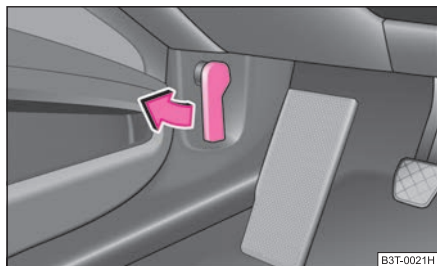

Fig. 185 Palanca de desbloqueo para el capó
- Tire de la palanca de desbloqueo debajo del tablero de instrumentos, lado del conductor ⇒ fig. 185.
- Desbloquee el capó del vano motor ⇒ fig. 185.